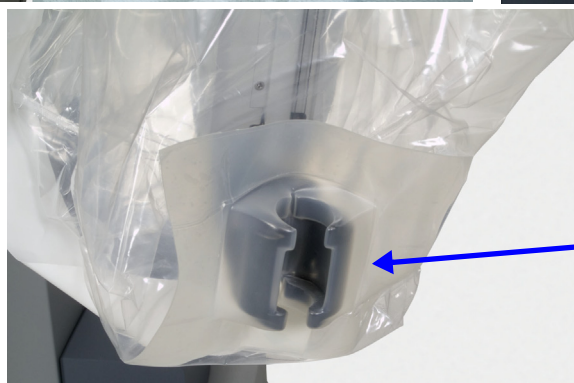

Figura 6.11 Estique o pano cirúrgico ao longo do braço
6. Utilizando o pulso do pano cirúrgico, mova-o ao longo do braço de instrumentos em direcção à torre do Carrinho do Paciente (Figura 6.11).